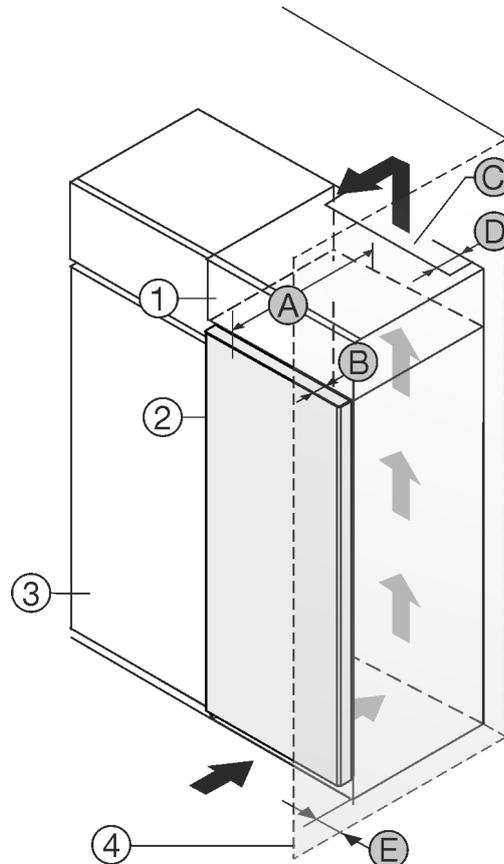

Fig. 1
Установите устройство непосредственно рядом с кухонным шкафом Fig. 1 (3)*.
На задней стенке дополнительного шкафчика должен быть вентиляционный канал с глубиной Fig. 1 (D) по всей ширине этого шкафа.
Нужно соблюдать вентиляционное отверстие Fig. 1 (C) под нижней панелью.
Если устройство установлено на шарнирах у стены Fig. 1 (4), то расстояние между устройством и стеной должно быть не менее 46 мм. Настолько выступает ручка при открытой двери.*
Чтобы можно было полностью открыть двери, устройство должно выступать на глубину двери Fig. 1 (B) относительно передней стенки кухонного шкафа. В зависимости от глубины кухонных шкафов Fig. 1 (3) и использования пристенных распорок устройство может выступать и больше.*